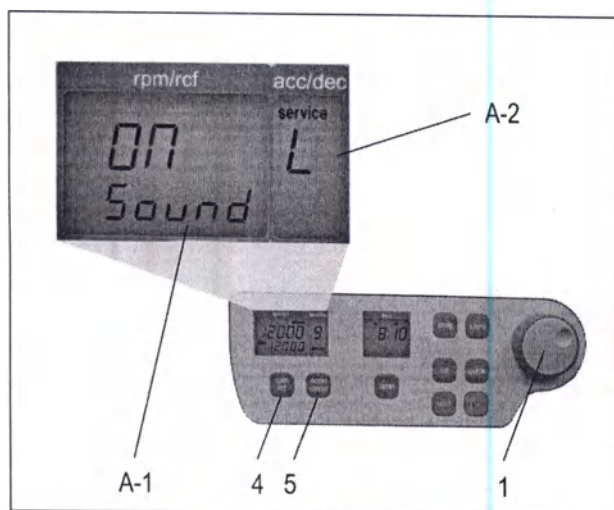

Figure 4
Действуйте как описано в п. 1.8.1, чтобы войти в программный режим, и затем нажмите кнопку «accel/decel» [ускорение/замедление] (5). На дисплее «accel/decel» [ускорение/замедление] (A-2) появится слово «service» [обслуживание]. Теперь выберите букву "L" с помощью верньера (1). В результате на дисплее «rpm/rcf» [об/мин / центробежное ускорение] (4) появятся слова «On sound». Если вы нажмете кнопку «rpm/rcf» [об/мин / центробежное ускорение] (4), то слово «On» мигает, и Вы сможете выключить звук, вращая верньер (1) (см. рисунок 4).